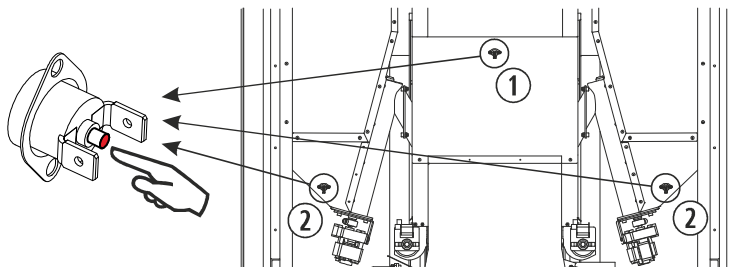

Figura 33
- La stufa **Venecia**, ha un termostato nella parte inferiore di ogni tramoggia e un altro nella parte posteriore (*figura 33*).
①	Termostato di sicurezza e riarmo 93 °C.
②	Termostato di sicurezza del serbatoio 93 °C.